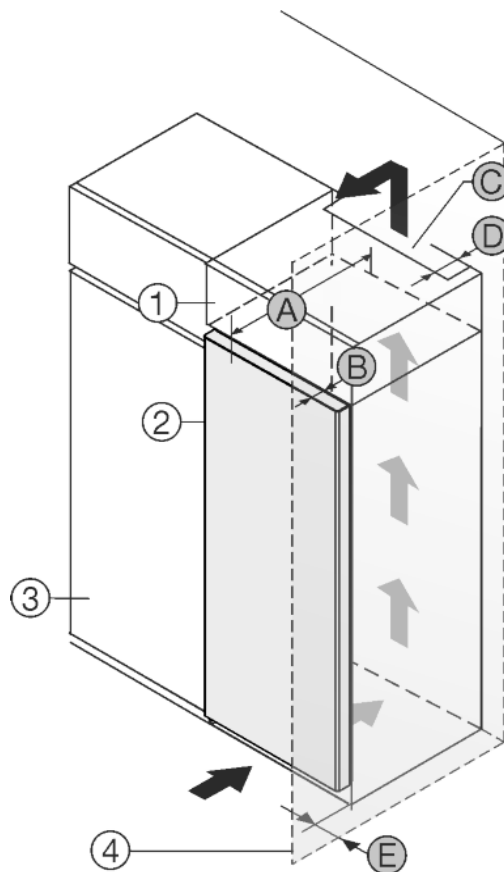

Fig. 28
Пристрій можна комбінувати з кухонними шафами. Для того, щоб пристрій *Fig. 28 (2)* вирівняти по висоті кухонної секції, на пристрій можна встановити антресольну секцію *Fig. 28 (1)*.
Пристрій можна встановлювати безпосередньо поряд з кухонною шафою *Fig. 28 (3)*. Для повного відкриття дверей пристрій повинен виступати на глибину *Fig. 28 (B)* відносно передньої панелі кухонної шафи. Залежно від глибини кухонних шаф та використання пристінних розпірок пристрій можна встановити так, щоб він виступав вперед.
- Задня сторона антресольної шафи повинна мати вентиляційний канал глибиною *Fig. 28 (D)* вздовж всієї ширини шафи.
- Під стелею приміщення слід дотримуватися поперечного перерізу вентиляційного відведення повітря *Fig. 28 (C)*.
Якщо пристрій з шарнірами встановлюється поряд зі стінкою *Fig. 28 (4)*, то між пристроєм та стінкою слід додержуватися відстані *Fig. 28 (E)*.